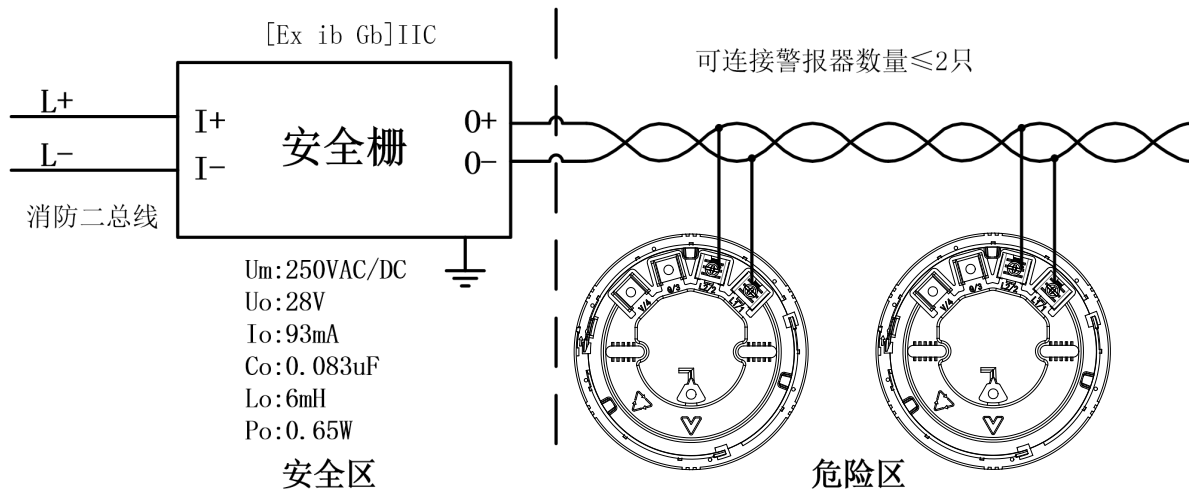

图 2 接线图例
- 每个安全栅最多可连接两只火灾声光报警器，接线图例如图 2 所示。